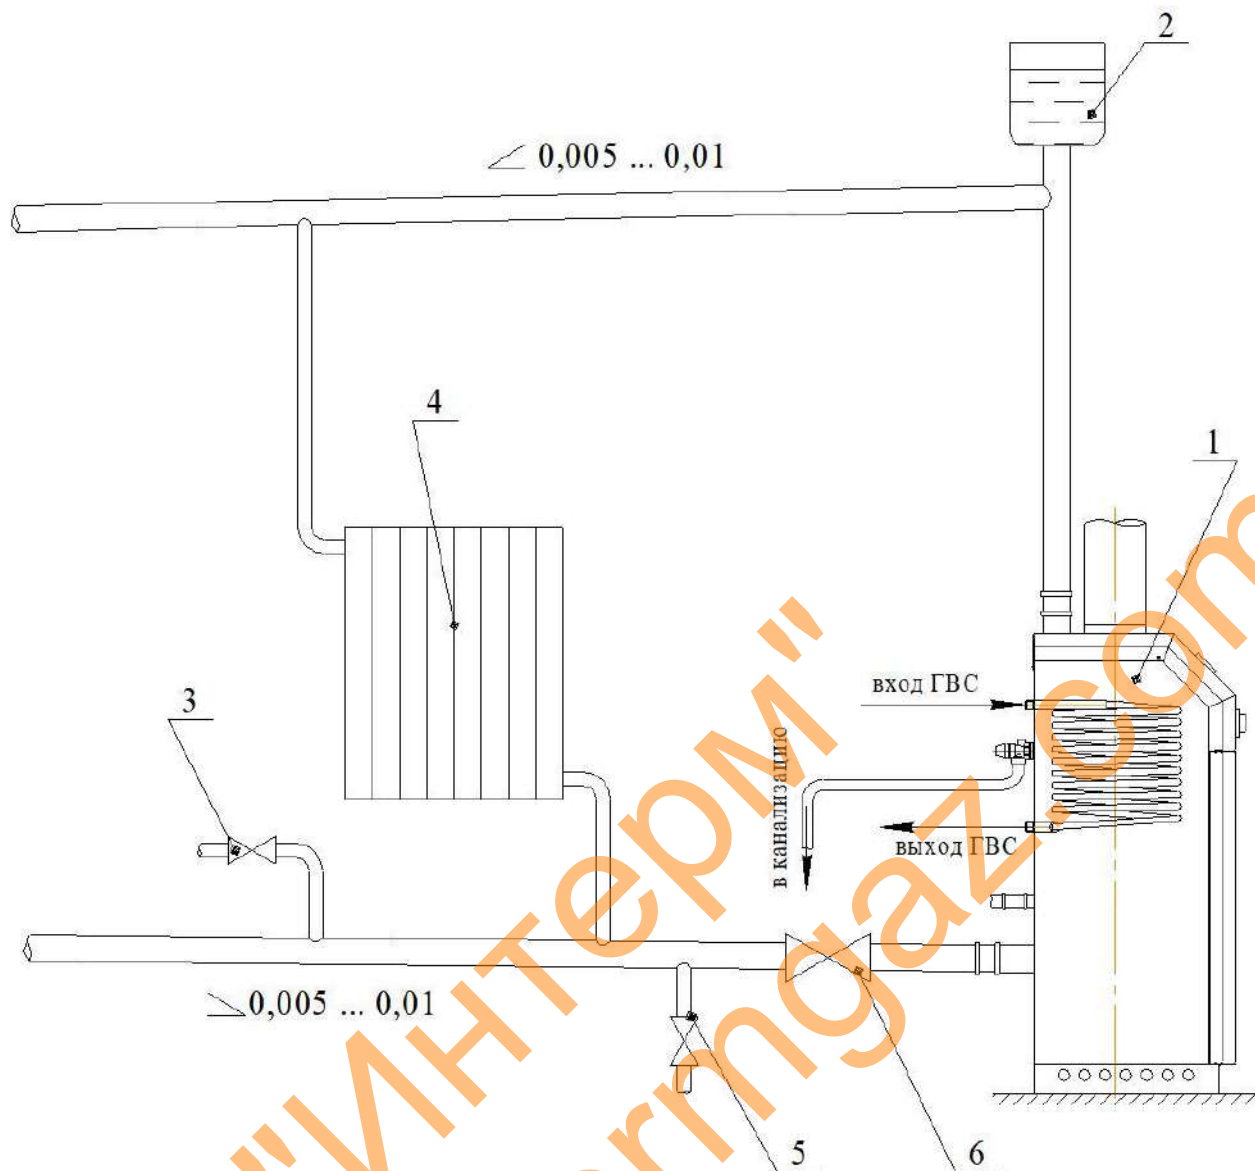

Рис. 6. Рекомендуемая схема разводки отопительной системы с гравитационной циркуляцией воды.
5.3 Рекомендуемые схемы системы отопления приведены на рис. 6, 7.